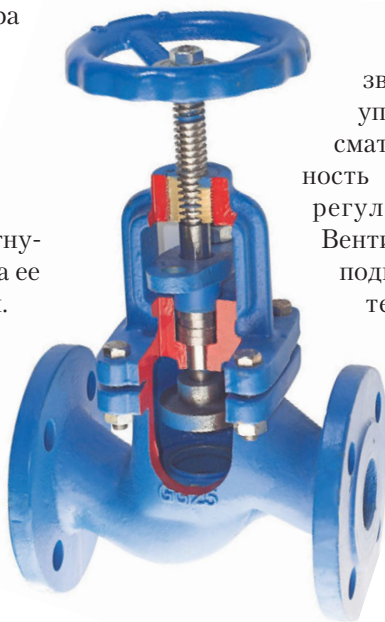

Рис. 4.31. Вентиль
- **Вентили** оснащены перегородкой, которая разделяет трубу по диагонали на две части (рис. 4.31). Перегородка имеет изогнутую форму, причем одна ее часть — горизонтальная. В открытом положении вентиля вода из первой части трубы через отверстие проходит вверх и попадает во вторую часть. Чтобы перекрыть отверстие, нужно с помощью маховика опустить вниз затвор, закрепленный на шпинделе. Вентили имеют дополнительные уплотняющие и герметизирующие элементы конструкции, которые обеспечивают надежный запор. Так, на выступе шпинделя расположена накидная гайка, кото-